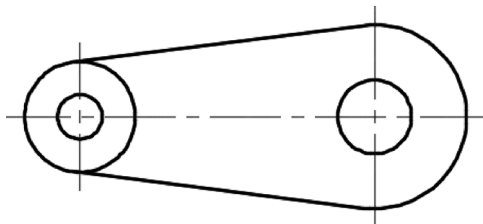

图 7-34 最终的图形效果
4) 在功能区“参数化”选项卡的“几何”面板中单击“全部隐藏”按钮, 以隐藏图形中的所有几何约束, 接着在“参数化”选项卡的“标注”面板中单击“全部隐藏”按钮, 以隐藏图形中的所有动态标注约束, 最终的图形效果如图 7-34 所示。